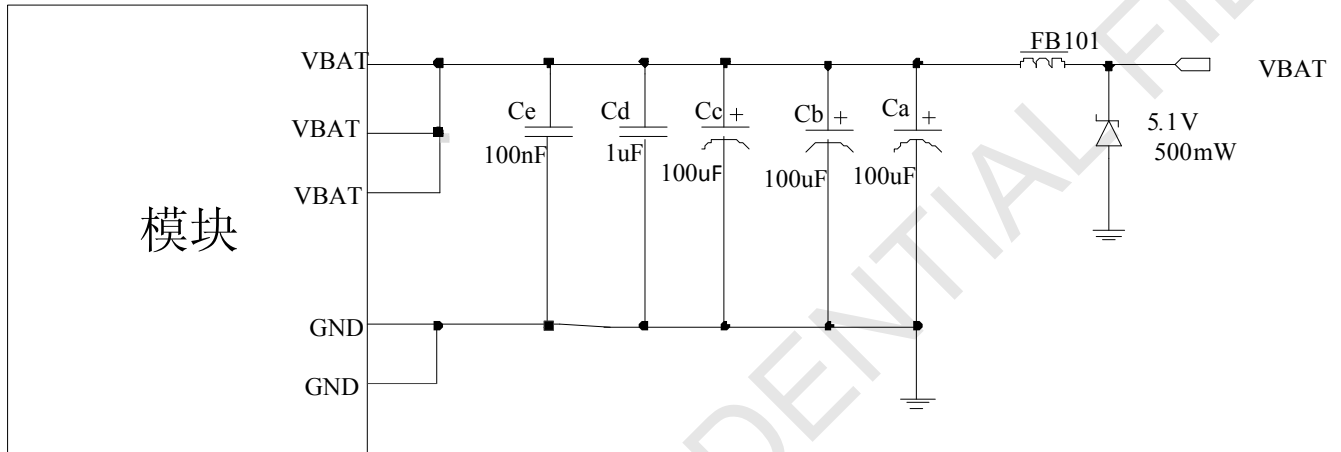

图 6: VBAT 输入参考电路
**注意:** 测试条件: VBAT 供电 3.8V,  $C_d=100\ \mu\text{F}$  钽电容(ESR 等于  $0.7\ \Omega$ ),  $C_f=100\text{nF}$ 。(电路请参考【图 6】)